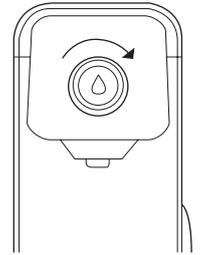

Figura 22.
2. Remueve el agua remanente en el interior del Purificador. Para ello, gira el botón frontal en sentido de las manecillas del reloj y, cuando deje de salir agua, ciérralo en sentido contrario a las manecillas del reloj (ver Figura 22).